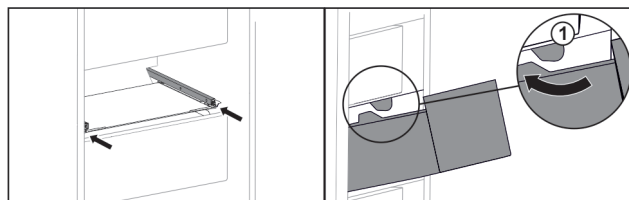

Fig. 160
- ▶ Før skuffen omkring stoppene Fig. 160 (1).